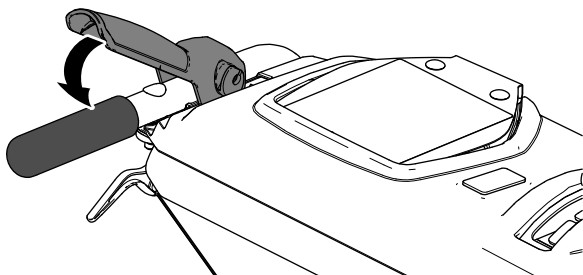

Bild 14
- Drücken Sie den linken Fahrtriebshebel langsam zum linken Holm (Bild 14).